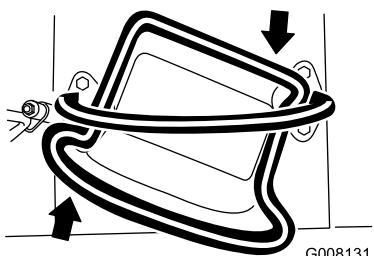

Figura 9
- Para virar para a direita, rode o controlo de tração no sentido dos ponteiros do relógio (Figura 9).